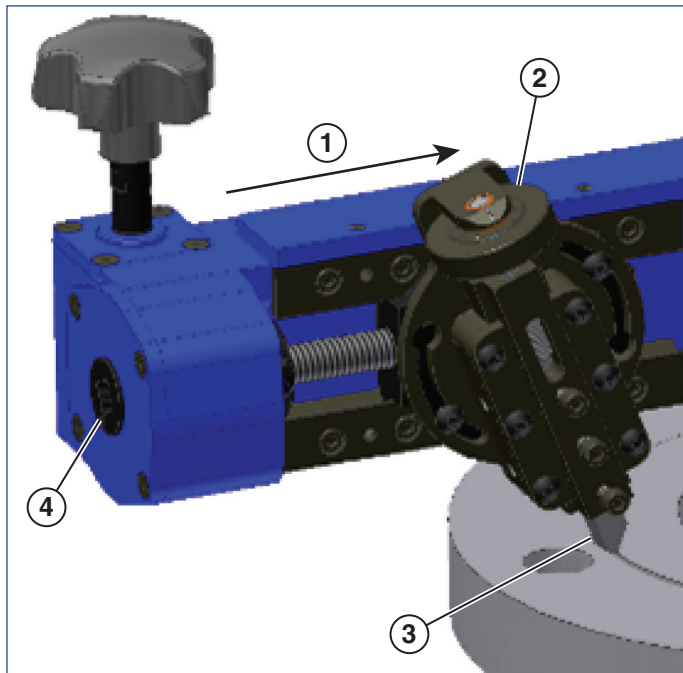

Bild 12
3. Sätt in en spärrnyckel i änden av matningsskruven. Använd djupjusteringsvredet och spärrnyckeln för att placera verktygsskåret något ovanför arbetsstycket (se bild 12).